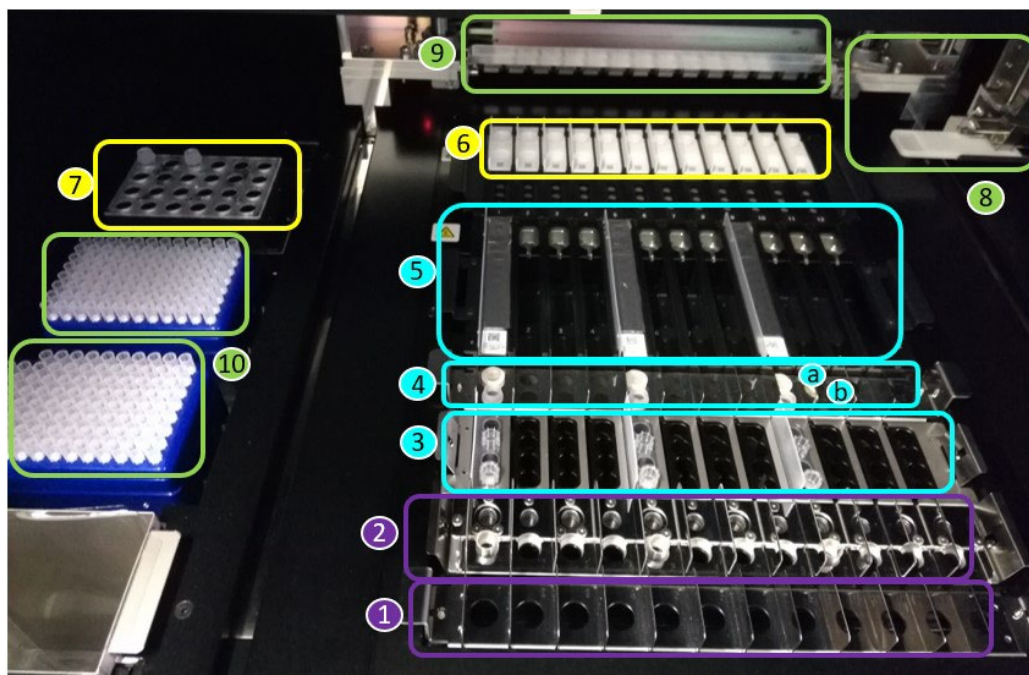

Figura 1: A área de carregamento do «**ELiTe InGenius**»
A Figura 1 mostra uma descrição geral do instrumento «**ELiTe InGenius**».
A Figura 1 mostra: posição do suporte do tubo principal (1), posição do suporte do tubo de extração (2), posição do suporte da ponta (3), posição do suporte do tubo de eluição (Dnase I (a) + adaptador do tubo (a) e tubo de eluição (b)) (4), posição do suporte do cartucho de extração (5) e posição do suporte do cartucho de PCR (6), posição do bloco do reagente de PCR e Internal Control (gestor de inventários) (7), posições da amostra e de distribuição do reagente (8, 9), da caixa de desperdícios (lado inferior esquerdo) e das pontas (10).
6. Para confirmar que estão colocados na posição do gestor de inventário 7 (cf. página 10, Figura 1) reagentes suficientes para o número de testes selecionados, como indicado no ecrã, prima o botão “Next” (Próximo).
7. Coloque tabuleiros de pontas suficientes na posição 10 (cf. página 10, Figura 1).
9. Coloque as cassetes de PCR indicadas na posição 6 (cf. página 10, Figura 1).
11. Coloque a(s) cassette(s) do cartucho de extração indicadas na posição 5 (cf. Página 10, Figura 1).
- Coloque a DNase I no adaptador do tubo de DNase I, indicado na posição 4 (cf. Página 10, Figura 1).
- Coloque a quantidade de tubos de eluição indicada na posição 4 (ver página 10, Figura 1).
17. Coloque a quantidade de cassetes da Ponta indicadas na posição 3 (cf. página 10, Figura 1).
19. Coloque a quantidade de tubos de extração indicada na posição 2 (cf. página 10, Figura 1).